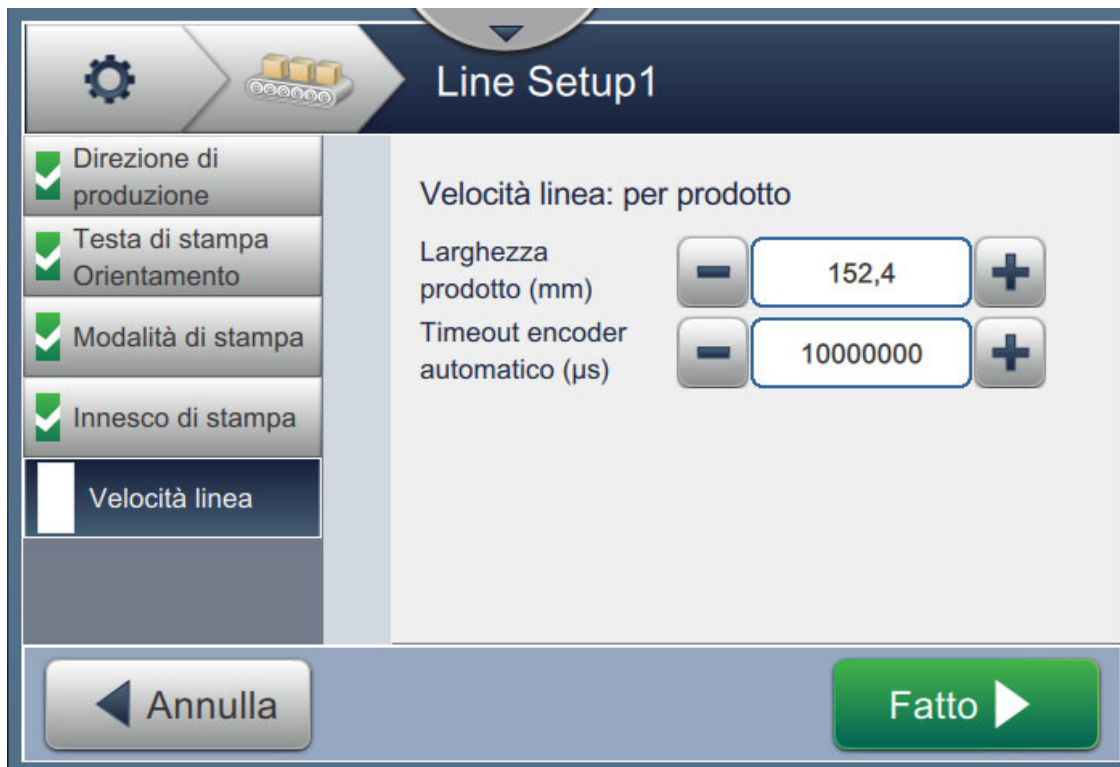

Figura 6-36: Velocità linea - Misurazione in base alle impostazioni di ora/dimensione prodotto
2. Modificare i parametri necessari nella schermata delle impostazioni, come da Figura 6-36.